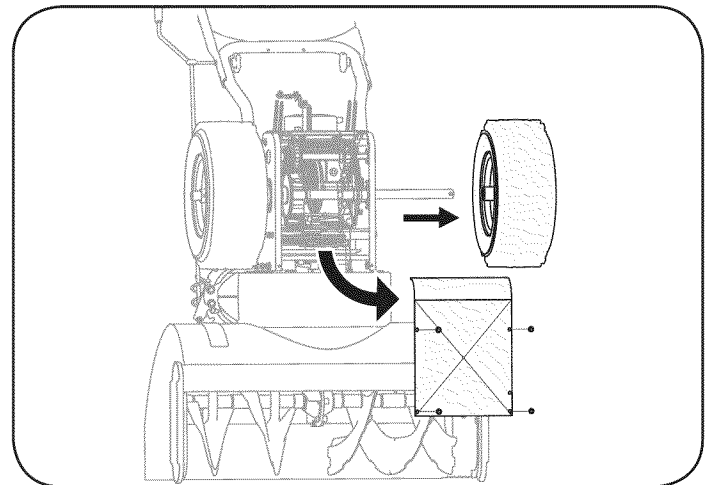

Figura 36
- Quitar los tornillos de la estructura por debajo de la cubierta de nieve lanzador (consulte la Figura 36). Retire la rueda derecha del eje.